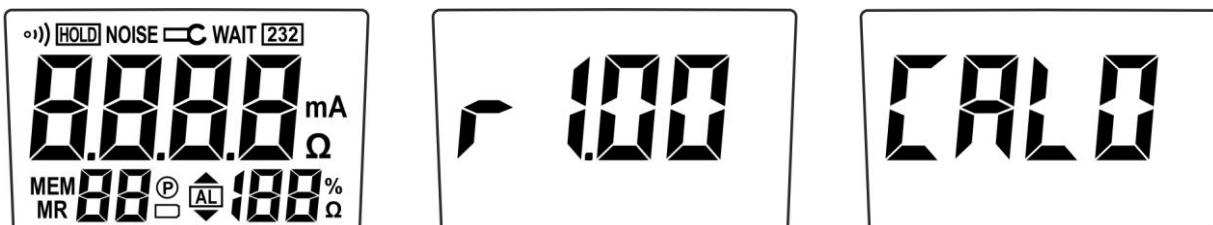

Abb. 3: Reihenfolge der Bildschirmseiten nach dem Einschalten des Instruments
- Die Bildschirmseite mit allen existierenden Symbolen (siehe Abb. 3 – linke Seite)
- Die Bildschirmseite mit der aktuellen Firmware-Version (siehe Abb. 3 – Mitte)
- Führt die Kalibration durch, und zeigt dabei ein Countdown von "**CAL.9**" bis zu "**CAL.0**" (siehe Abb. 3 – rechte Seite)